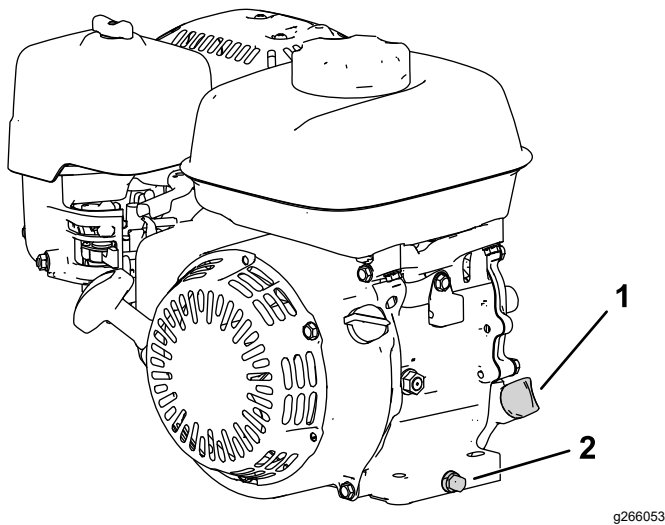

図 15
2. エンジンが水平になるように駐車し、オイル補給口の周囲をきれいに拭く 図 15。
3. ドレンプラグを抜く 図 15。